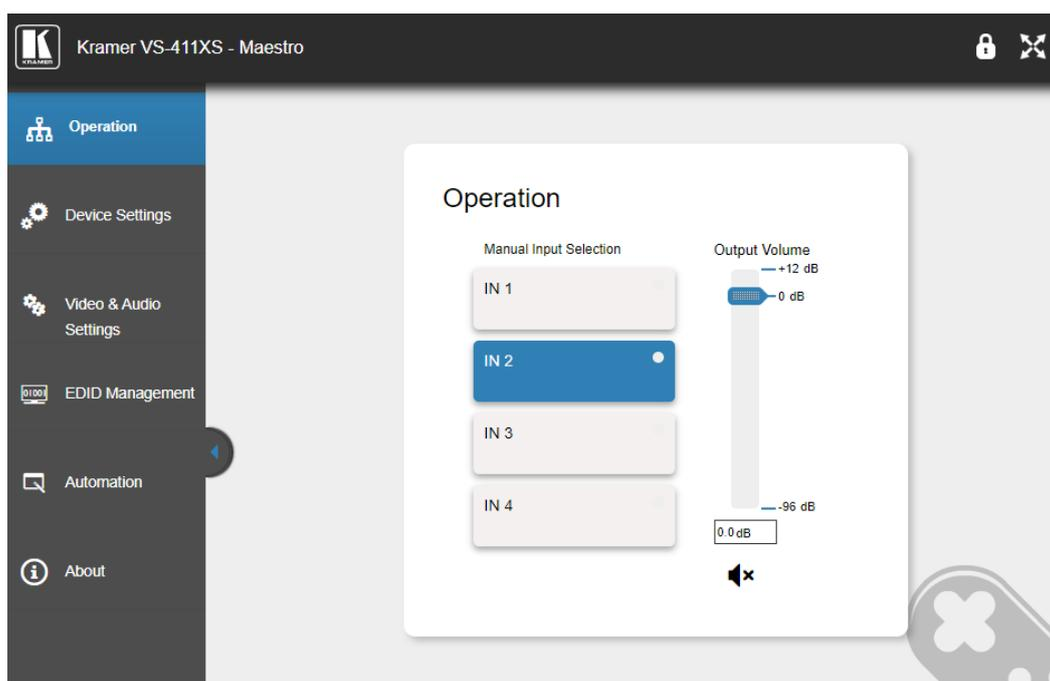

Рис. 18. Страница Operation (Работа с устройством) и список навигации, расположенный слева.
1. Кликните Operation (Работа с устройством) в списке навигации. Появляется страница Operation (Работа с устройством) (см. рисунок 18).